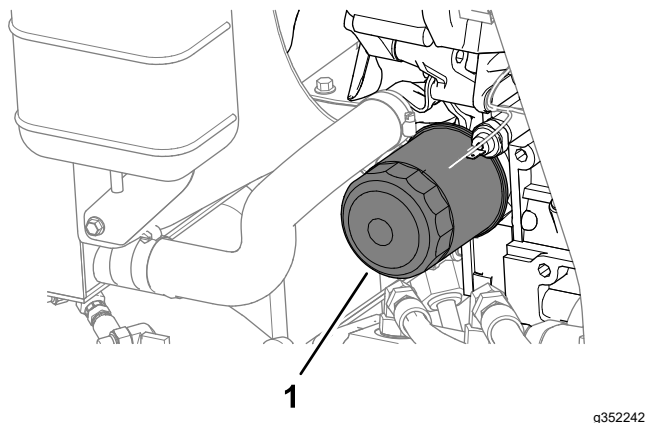

Figure 74
4. Déposez le filtre à huile (Figure 74).